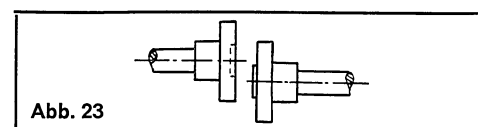

Abb. 23
- 1 Eine Verschiebung zwischen den Mittellinien wird festgestellt, indem die Hälften so weit auseinander gezogen werden, daß sich die Führungskanten lösen. Wenn die Hälften wieder zusammengeschoben werden, haben die Führungskanten in einander zu passen. Siehe Abb. 23.